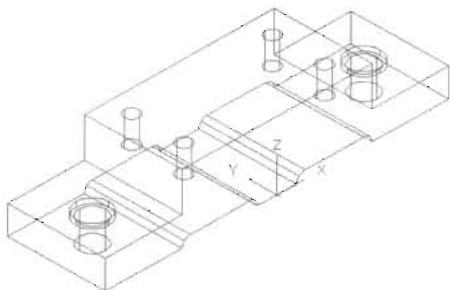

图 14-132
(17) 选中 2 个圆柱体, 将其沿 y 轴正方向复制, 复制距离为 32mm, 如图 14-132 所示。